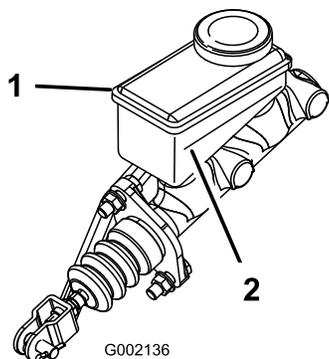

図 62
5. タンクの側面についているマークで、量を点検する 図 62。
- B. 最低ラインより上まで DOT 3 ブレーキ液を補給する 図 62。